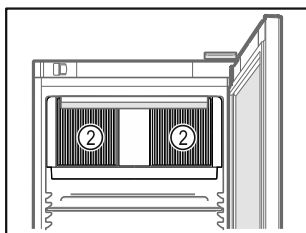

Fig. 71
- Se till att inte blockera ventilationsgallren Fig. 71 (2) för fläkten inne i skåpet.